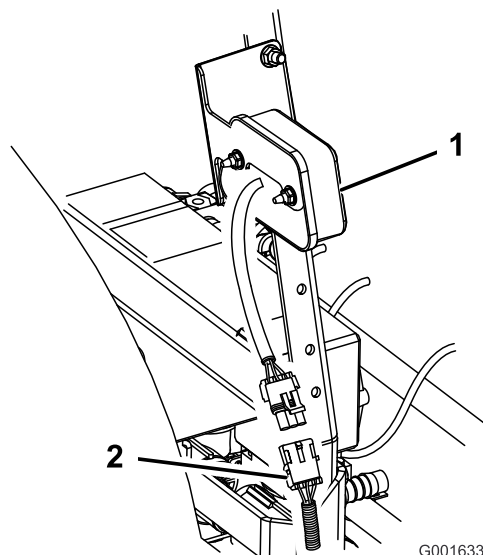
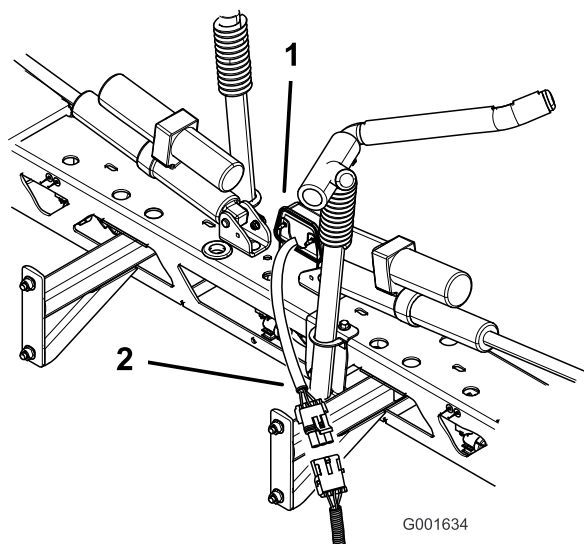

図 19
図 20
7. ワイヤハーネスについているテールライトのコネクタをテールライトに接続する（図 19 と図 20）。